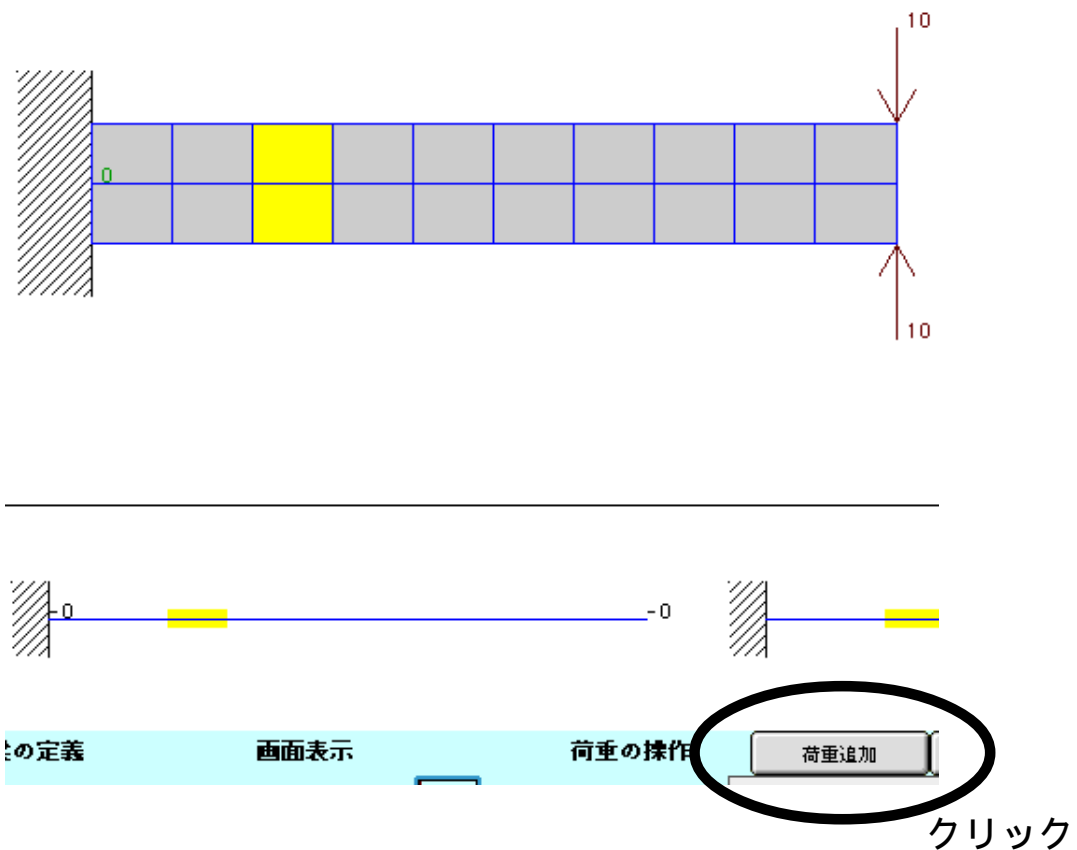

図 2.1.5 「荷重追加」ボタンを押す
- 1) 画面右下の「荷重追加」ボタンを押す。図 2.1.5 のように、上下の荷重がキャンセルして変形はゼロになる。